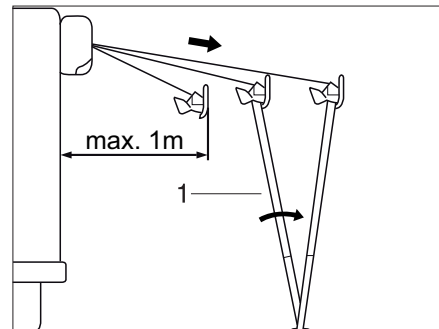

Fig. 36 Mettre en place le store extérieur
- Déployer les pieds d'appui (Fig. 36,1) et les poser sur le sol.